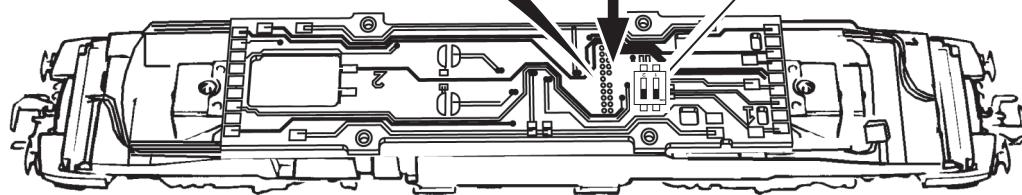
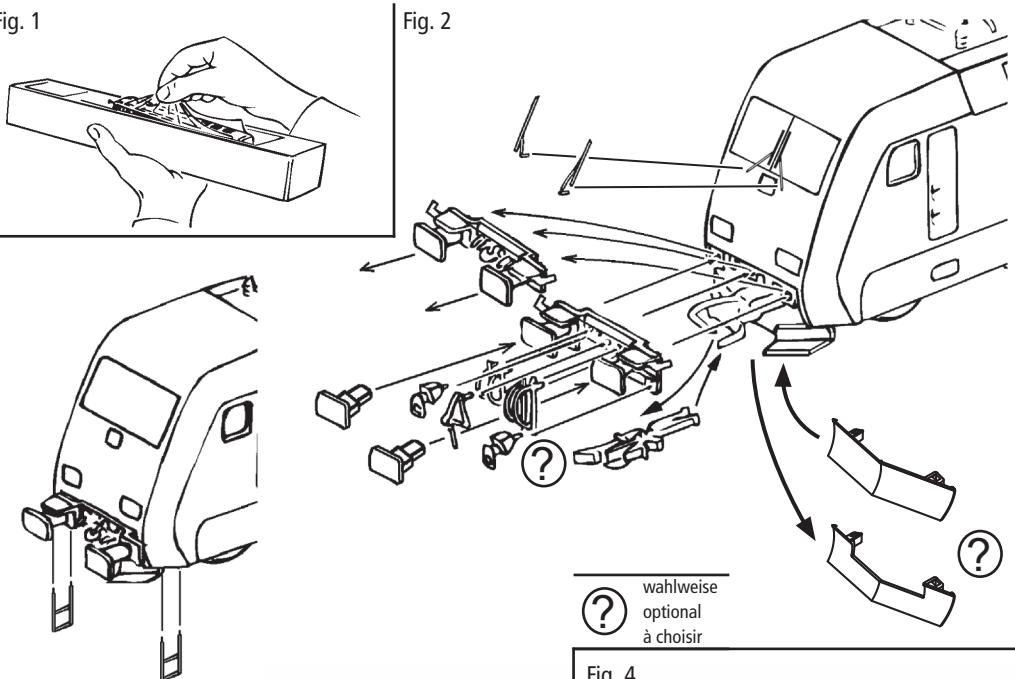

Fig. 8
Fig. 3
2. Schmierung: Versehen Sie die im Schmierplan in Fig. 8 gekennzeichneten Stellen mit nur **kleinen Öltropfen**. Dazu zuerst das Lokgehäuse abnehmen (Fig. 3). Wir empfehlen den ROCO **Öler Art.-Nr. 10906**. Fürs Schmieren der Getriebeteile (Zahnräder, Schnecke) empfehlen wir das **ROCO-Spezialfett Art.-Nr. 10905**. Im Falle der Schmierung diese Teile **nicht ölen**.
Mehrzugbetrieb: Zuerst Lokgehäuse abnehmen (Fig. 3). Danach den Brückenstecker aus der Schnittstelle entfernen (diesen sorgsam aufbewahren). Danach den Stecker des Steuerbausteins lagerichtig einsetzen (siehe Fig. 7).
4. Kohlebürstenwechsel: Lokgehäuse abnehmen (Fig. 3). Danach wird der Motor ausgebaut und die Kohlebürsten ausgewechselt (Fig. 9).
2. Lubrication: Apply **tiny oil drops** to spots marked in fig. 8. Prior to lubrication dismantle locomotive (fig. 3). We recommend using item no. **10906, Roco oiler**. For lubrication the gearparts (e.g. cogwheels, worm) we would recommend our Roco **special grease** (item no. **10905**).
2. Graissage: N'appliquez **qu'une tout petite goutte** aux endroits indiqués par le plan de graissage (fig. 8) après avoir démonté la caisse de la locomotive (fig. 3). Nous vous recommandons **le graisseur à huile Roco réf. 10906**. Pour graisser les engrenages (roues dentées, vis sans fin) nous vous conseillons la **graisse spéciale Roco réf. 10905** pour engrenages en matières synthétiques. Lorsque vous utilisez cette graisse il faut éviter d'huiler ces composants.
4. Remplacement des balais du moteur: Démontez la caisse (voir fig. 3). Démontez ensuite le moteur et échangez le balais (fig. 9).